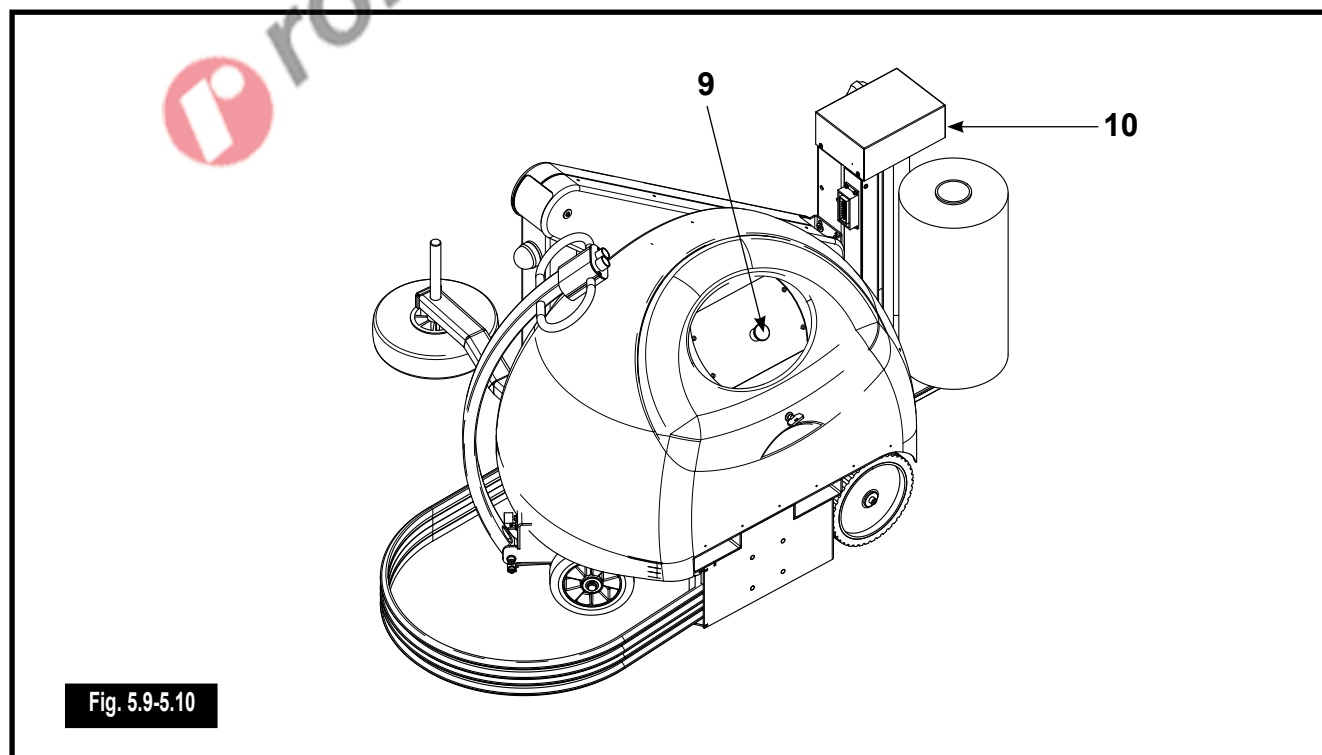

Fig. 5.9-5.10
La macchina è dotata di pulsante di emergenza a fungo (9) (Fig. 5.9-5.10).
A fine lavorazione, per periodi anche brevi di inoperatività è obbligatorio portare la macchina in condizioni di sicurezza (vedi Fig. 5.9-5.10).
La machine est dotée d'un bouton-poussoir d'arrêt d'urgence (9) (Fig. 5.9-5.10).
Au terme du travail, même pour de courtes périodes d'inactivité, placer la machine en conditions de sécurité (Fig. 5.9-5.10):